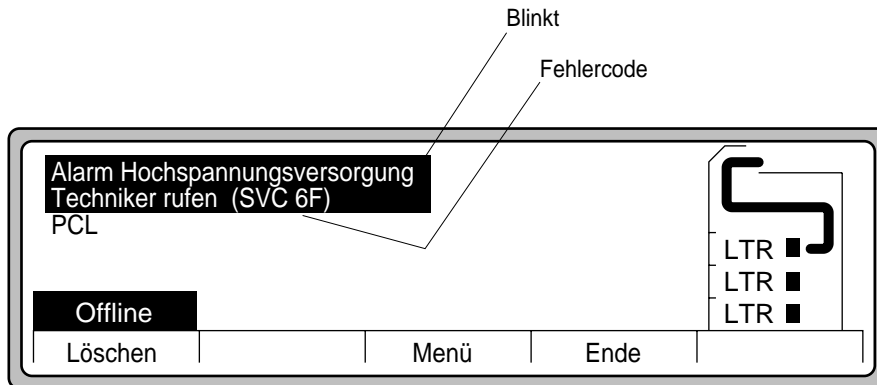

Abbildung A-2 Techniker (Servicebeauftragten) rufen
1. Der Drucker diagnostiziert das Problem eventuell selbst und zeigt eine Meldung wie die in Abbildung A-2, auf Seite A-2 dargestellte an.